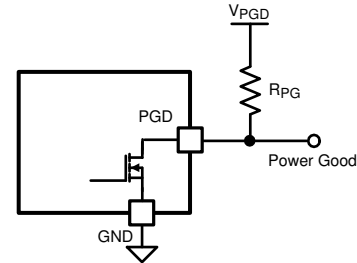
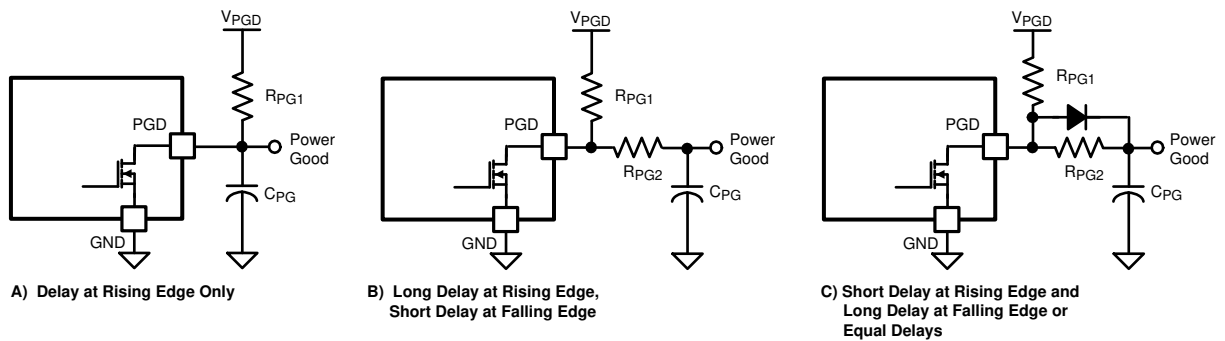

図 8-7. パワー グッド出力
図 8-8. パワー グッド出力ピンへの遅延の追加
FB ピンの電圧がスレッシュホールドを上回ると、PGD ピンに作用する内部プルダウンが無効化され、図 8-7 に示すように、プルアップ抵抗 R_{PG} を介して PGD が V_{PGD} に上昇します。プルアップ電圧 (V_{PGD}) は最大 80V で、VIN および OUT の電圧よりも高い場合と低い場合があります。VDD は、低電圧ロジックと接続でき、電源オン時の PGD のグリッチを回避できるため、V_{PGD} として便利な選択肢です。PGD で遅延が必要な場合について、推奨回路を 図 8-8 に示します。図 8-8
の (A) では、コンデンサ C_{PG} が立ち上がりエッジに遅延を追加しますが、立ち下がりエッジには追加していません。図 8-8 の (B) では、立ち上がりエッジは $R_{PG1} + R_{PG2}$ および C_{PG} により遅延し、立ち下がりエッジは R_{PG2} と C_{PG} のうち小さいほうの量だけ遅延します。 R_{PG2} (図 8-8 の (C)) の両端にダイオードを追加すると、両方のエッジで均一な遅延、または立ち上がりエッジで短い遅延と立ち下がりエッジで長い遅延が許容されます。